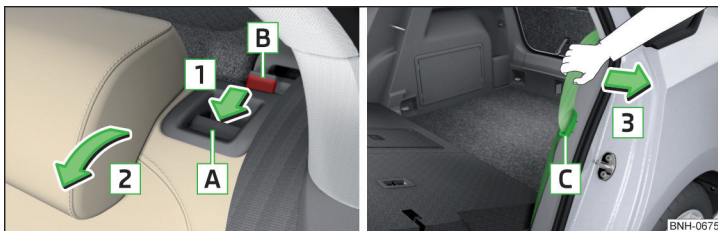

Fig. 69 Rabatarea înainte a spătarului/reglarea disponibilității centurii de siguranță
- Introduceți clema de fixare a centurii de siguranță **C** în orificiul din capitonajul lateral - Reglarea disponibilității » fig. 69.
- Trageți centura de siguranță laterală **C** înspre capitonajul lateral, în sensul săgeții **3** » fig. 69.